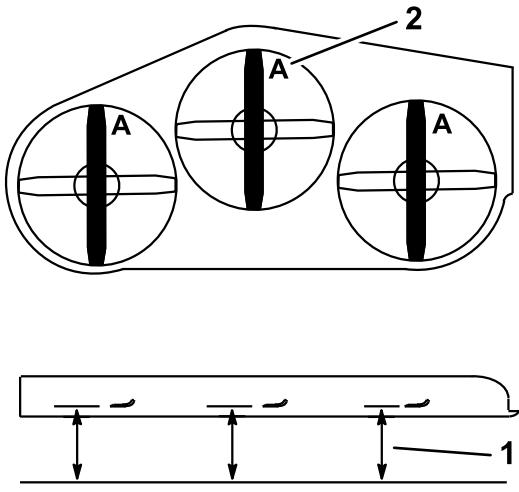

Figura 96
- Gire las cuchillas hasta que los extremos estén orientados hacia adelante y hacia atrás (Figura 96).
**Nota:** Mida desde una superficie nivelada hasta el filo de corte, posición A, de las cuchillas (Figura 96). Anote esta dimensión.